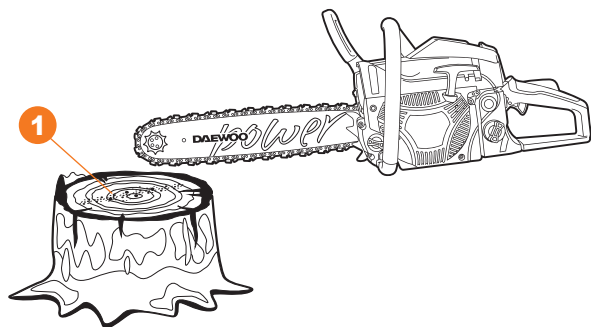

Рис. 8
Перед каждым использованием проверяйте работу смазки цепи, для этого расположите пилу пильной шиной над светлым сухим предметом, запустите двигатель и удерживайте в таком положении до 30 сек., образуется след от масла ❶, спадающего с шины (Рис. 8). Не используйте пилу если нет подачи масла или подача масла минимальна, в случае данной неисправности обратитесь в сервисный центр.